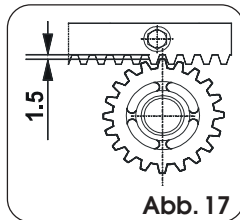

Abb. 17
- Nach Abschluß der Installation der Zahnstange sollte die Position des Getriebemotors um ca. 1,5 mm (Abb. 17) abgesenkt werden, um ein korrektes Eingreifen in das Ritzel zu gewährleisten.